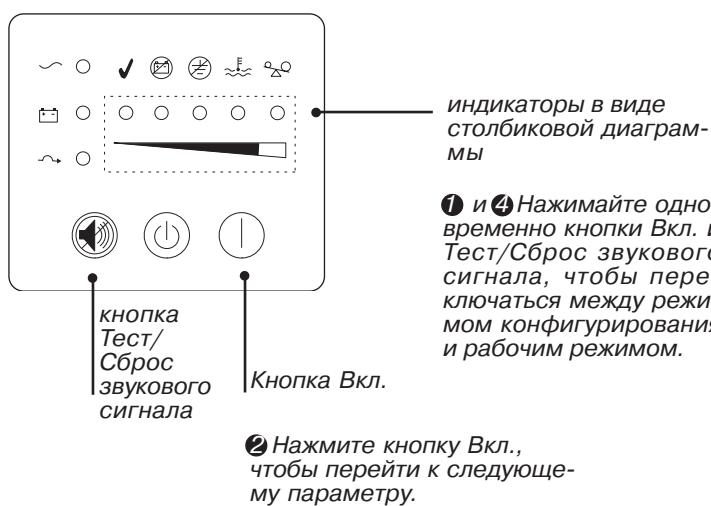

Рисунок 30. Использование режима изменения конфигурации
Когда ИБП находится в режиме изменения конфигурации, индикаторы в виде столбиковой диаграммы отображают установленные параметры. С помощью управляющих кнопок (Вкл. | и 🔊) можно изменять параметры. На рис. 30 показаны соответствующие индикаторы, в табл. 2 даны пояснения.
2. Нажмите на кнопку Вкл. |, чтобы переходить от параметра к параметру. После каждого нажатия ИБП издает звуковой сигнал. Индикатор выбранного параметра показывает его состояние; мигание индикатора говорит о том, что параметр отключен (см. рис. 30 и табл. 2).